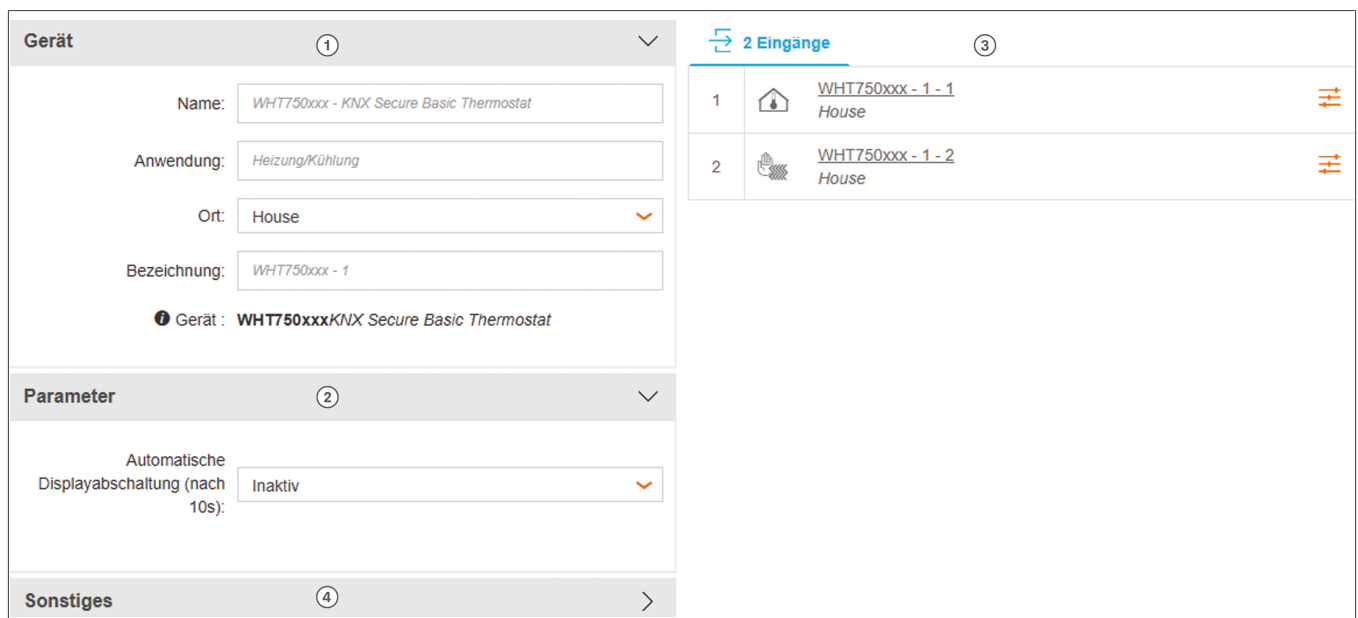

Bild 4: Startbildschirm KNX Secure Basic Thermostat
Gerät (Bild 4, ①)
Parameter (Bild 4, ②)
Eingänge (Bild 4, ③)
Sonstige (Bild 4, ④)